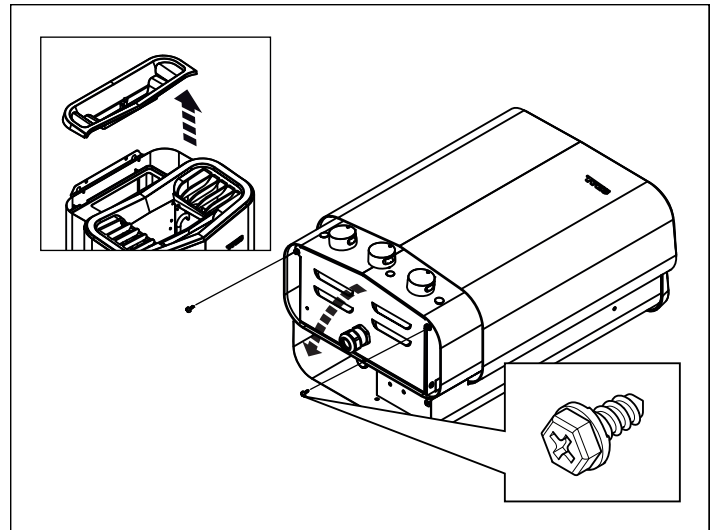

Рис. 5: Открытие/закрытие крышки
1. Снимите крышку резервуара для воды и положите нагреватель лицевой стороной вверх (см. рис. 5).
2. Открутите винты и откройте крышку (см. рис. 5).
4. Закройте крышку и затяните винты (см. рис. 5).